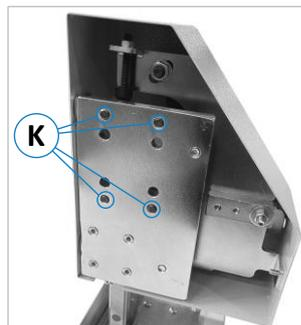
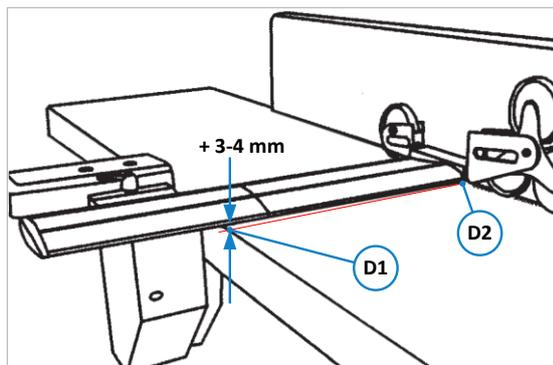

Abbildung 3: Einstellungen (K)
Abbildung 5: Ausgleich der Biegung via Schrauben (K)
- In diesem Zustand muss vordere der Bereich (D1) der Brücke 3 bis 4 Millimeter höher zum Tisch stehen als der hintere Bereich (D2) an den Rädern (siehe ⇒ Abbildung 5). Die Einstellung hierfür erfolgt wieder über die in ⇒ Abbildung 3 gezeigten Madenschrauben (K).